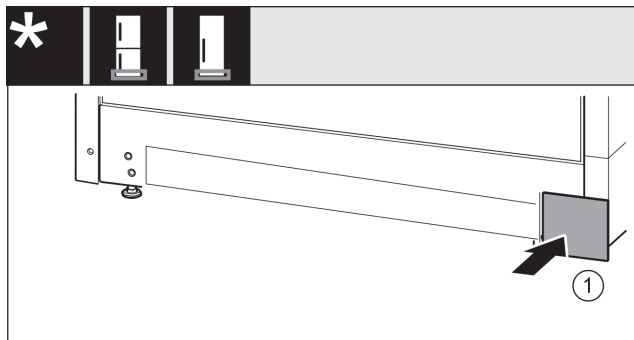

Fig. 16
- Poggiare nuovamente la copertura sull'altro lato. Fig. 16 (1)